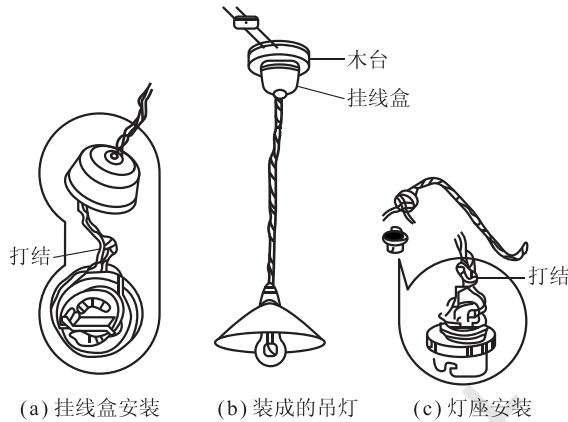

图 2.13.5 吊灯灯座安装示意图
③ 吊灯灯座必须采用塑料软线(或花线)作为电源的引线,在灯座接线桩的近端和灯座罩盖的近端均应打结,如图 2.13.5 所示。
④ 吊灯的挂线盒和平灯座均应安装在木台上。